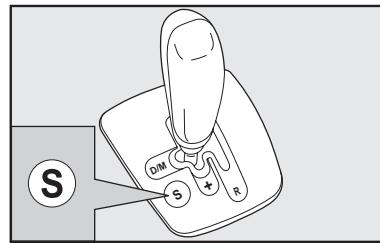

fig. 5
A inserção da função Sport é feita por meio do botão (S) **fig. 5**, localizado ao lado da alavanca de controle do sistema Duallogic®. Após ter ativado tal função, o display **fig. 6** ou **fig. 7** irá exibir a marcha inserida e o caractere **S**. Com a função SPORT ativa no modo automático, o sistema irá gerenciar as mudanças de marchas em função de um modo de condução mais esportivo. Se, no entanto, a função SPORT for selecionada no modo manual, o efeito produzido será uma variação na velocidade com que o sistema aceita as trocas de marchas.